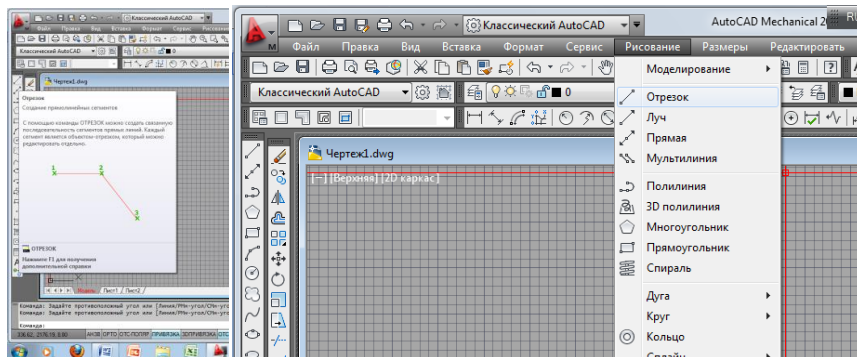

Рисунок 3-Команда «Отрезок»
- из строки меню «Рисование» – «Отрезок» (рисунок 3).